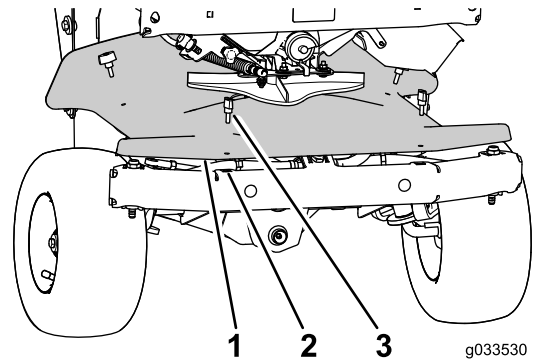

図 95
- A. 前方カバーインペラの下をシャーシに固定しているサムスクリュ 4 本を外してカバーを外す 図 95。